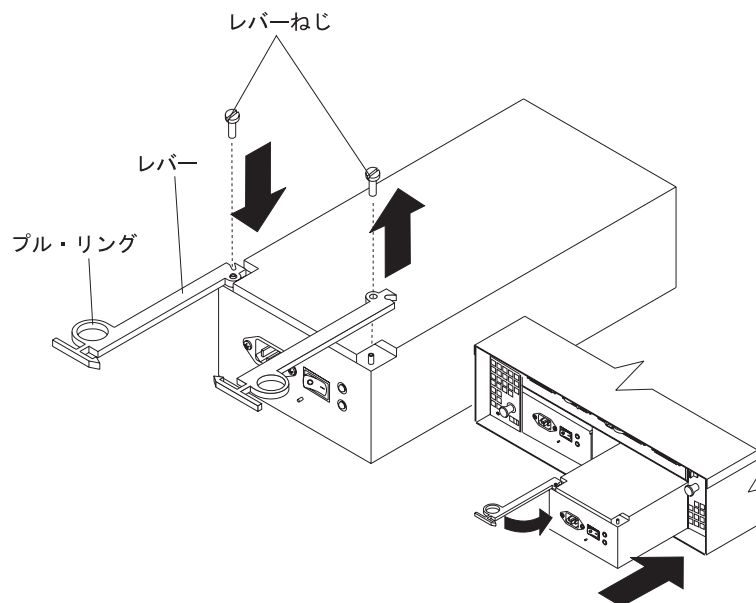

図 40. 電源機構レバーの移動および障害のあるホット・スワップ電源機構の取り替え
**注:** 障害のある電源機構を取り替えるときには、新しい電源機構レバーが電源機構の側面に取り付けられていて、拡張ユニットの真ん中にくるようにしてください。そうならない場合は、51 ページの図 40 に示すように、レバーのねじを取り外してレバーを反転させ、反対側にねじで留めます。
- a. 電源機構を拡張ユニットにスライドして押し入れます。電源機構を拡張ユニットにスライドする時には、レバーをまっすぐに引き出してください (図 40 を参照)。